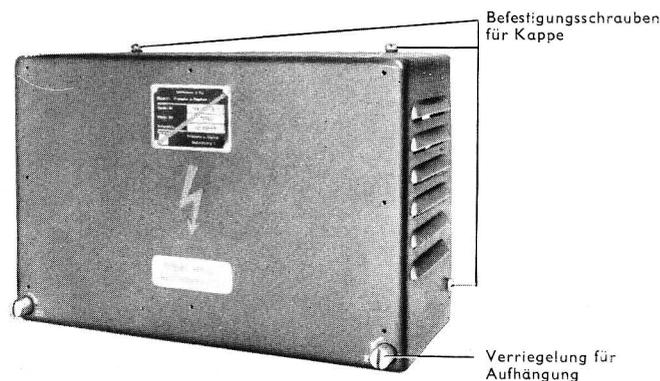
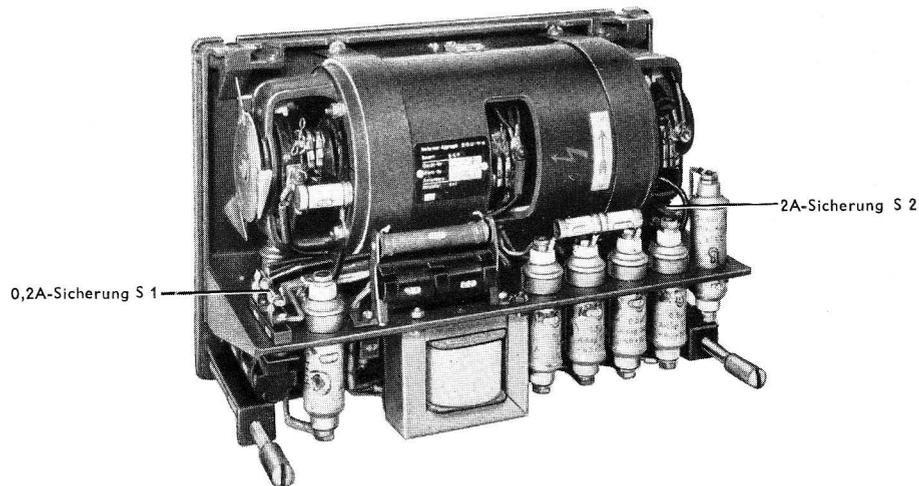

Abb. 31 Umformer U 11 a (geschlossen)
Abb. 32 Umformer U 11 a (ohne Kappe)
52. Die Außenansicht des Umformers U 11a zeigt Abb. 31, die Innenansicht Abb. 32. Nach Lösen der rot gekennzeichneten 4 Schrauben kann die Kappe abgehoben werden, um Sicherungen bzw. vordere Kohlebürsten auswechseln zu können.
In Abb. 32 ist auf die Lage der Sicherungen S 1 (Anodenspannung) und S 2 (Leonard-Ankerkreis) hingewiesen.